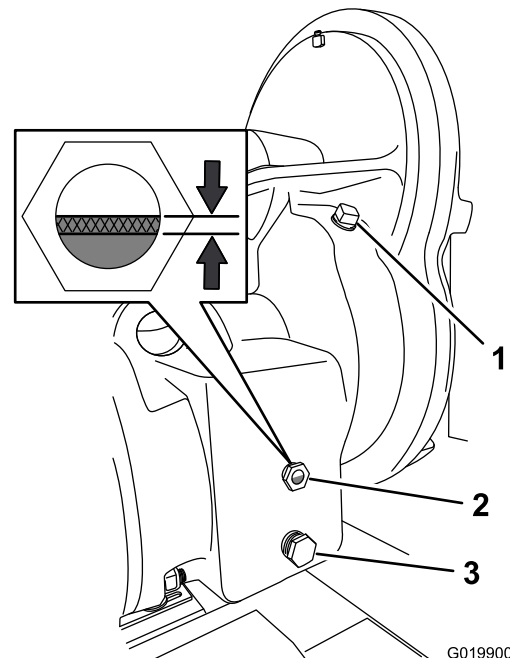

Figura 69
2. En el lado derecho de la caja de engranajes, inspeccione el nivel de aceite en la mirilla (Figura 69).
- A. Retire el tapón de llenado del orificio de llenado de la carcasa de la caja de engranajes (Figura 69).
- B. Vierta lentamente aceite del tipo especificado en el orificio de llenado hasta que el nivel de aceite llene entre el tercio y la mitad de la mirilla (Figura 69).
- E. Instale el tapón en el orificio de llenado de la carcasa (Figura 69).
1. Coloque un recipiente de drenaje con capacidad para 2.8 litros (3 cuartos de galón US) debajo del tapón de vaciado (Figura 69).
2. Retire el tapón de vaciado del orificio de vaciado y drene todo el aceite de la caja de engranajes (Figura 69).
3. Retire el tapón de llenado (Figura 69).
5. Instale el tapón de vaciado en el orificio de vaciado (Figura 69).
6. Vierta lentamente aceite del tipo especificado en el orificio de llenado hasta que el nivel de aceite llene entre el tercio y la mitad de la mirilla (Figura 69).
7. Instale el tapón de llenado en el orificio de llenado (Figura 69).